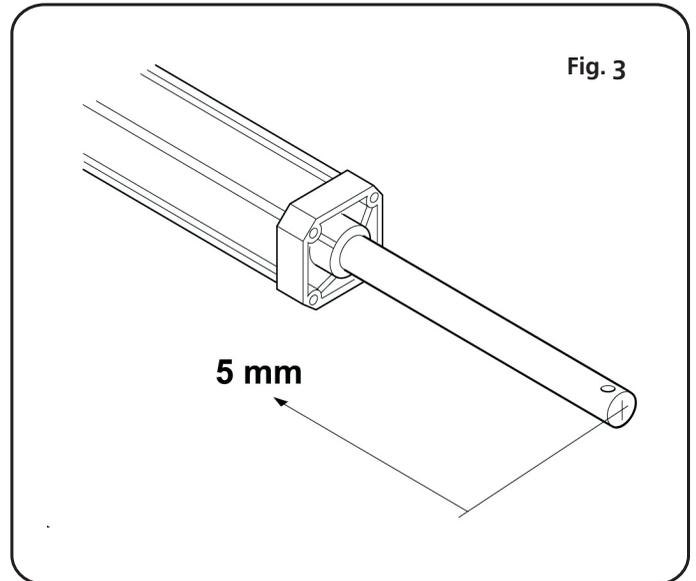

Fig. 3
D) Estrarre lo stelo cromato fino a totale battuta e farlo rientrare di circa 5 mm (fig. 3),